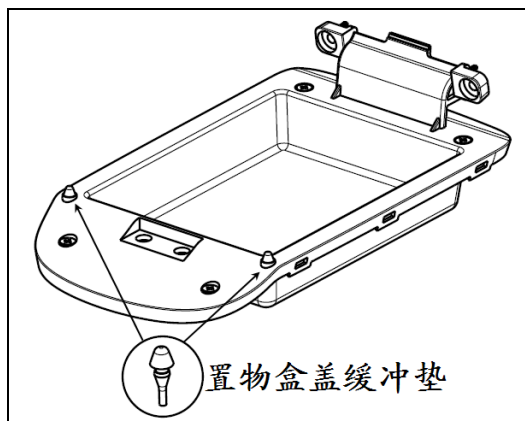

图1.6.16副仪表板扶手总成的分拆3
(2) 将置物盒盖缓冲垫从扶手内板上拔出。如图1.6.16所示；